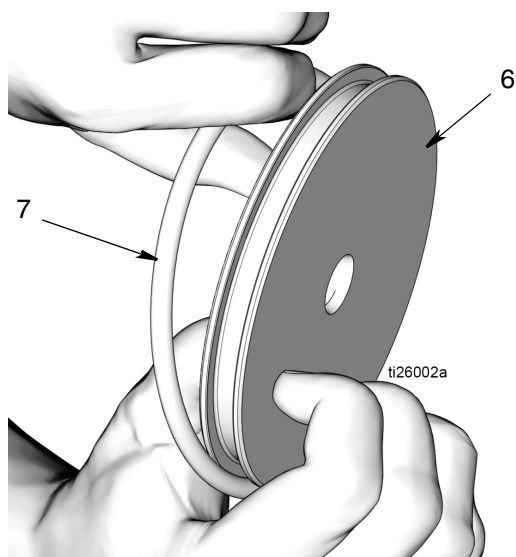

FIG. 22
- d. Rimuovere l'O-ring (7) dal pistone (6) (FIG. 22).